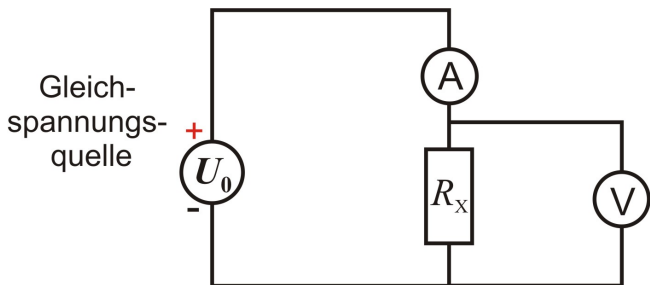
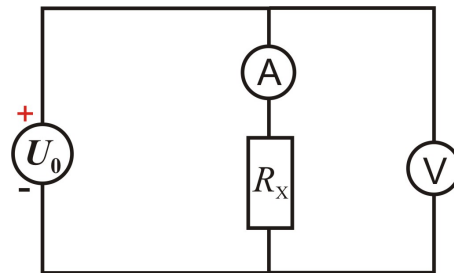

Abbildung 2: Spannungsrichtige Schaltung
Abbildung 3: Stromrichtige Schaltung
- (M1) Messen Sie mit den beiden Digitalmessgeräten Strom und Spannung nach der Schaltung Abb. 2 und nach der Schaltung Abb. 3. Die unterschiedlichen Ergebnisse sollten Sie nicht beunruhigen. Jede Messung in der Physik ist vom Messverfahren abhängig. Genauere Werte könnten Sie hier nur erreichen, wenn Sie auch noch den Innenwiderstand der Messgeräte berücksichtigten.
- (A1) Berechnen Sie jeweils die Widerstandswerte R_X nach Gl. (1).